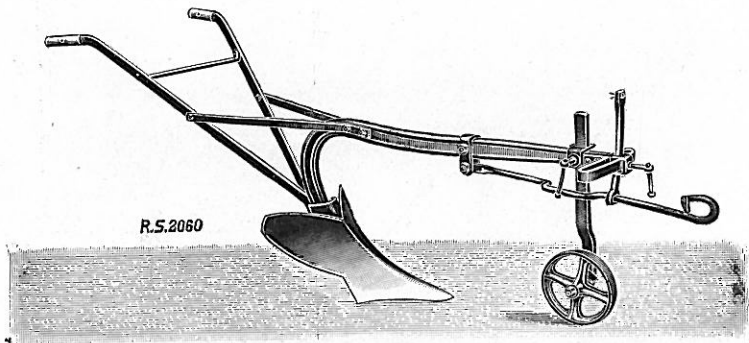

Bild 8.
i. 1 Häufelpflug B&WSt., welches Gerät in den verschiedensten Kulturen Verwendung finden kann. (Bild 8)